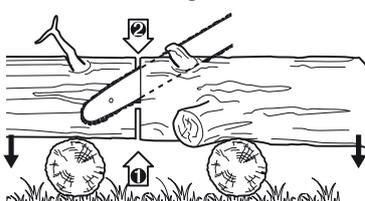

Fig. 42
- > Si le tronc est soutenu aux deux extrémités (Fig. 42), couper 1/3 du diamètre du haut vers le bas (overbuck). Terminer enfin la coupe en tronçonnant les 2/3 inférieurs pour rejoindre la première coupe.